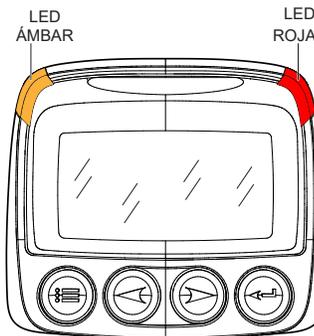

Figura 18. Luces indicadoras
3. Gire la llave de encendido hacia la derecha a la posición de **ENCENDIDO**. Las luces y los ventiladores del sistema, incluidos los LED rojo y ámbar (Figura 18), se encenderán brevemente para verificar las funciones.